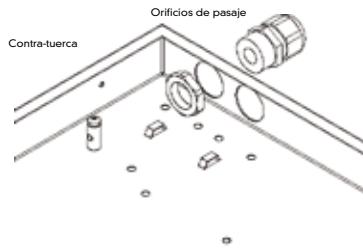

Figura 4. Montaje del prensa-cable
6.1. Retirar a contra-tuerca del prensa-cable y rosquea-la manualmente al cuerpo del prensa-cable a través del orificio de pasaje, conforme indicado en la figura 4 .